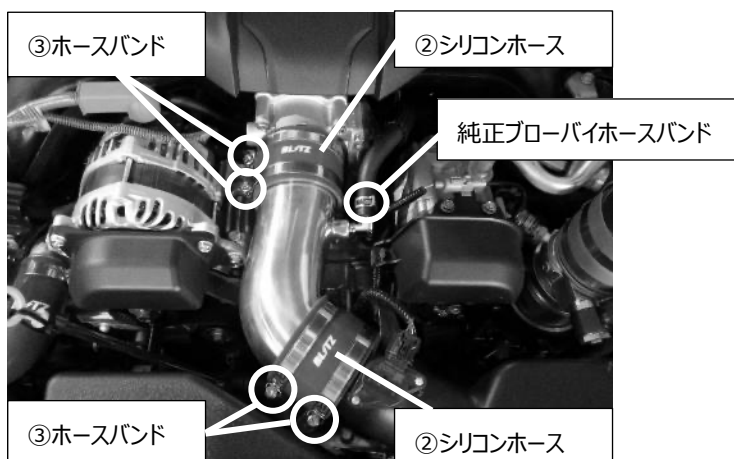

図 3
- 2) 付属の②シリコンホースと③ホースバンドを使用し、図 3 を参考に①サクションパイプを仮合わせて下さい。